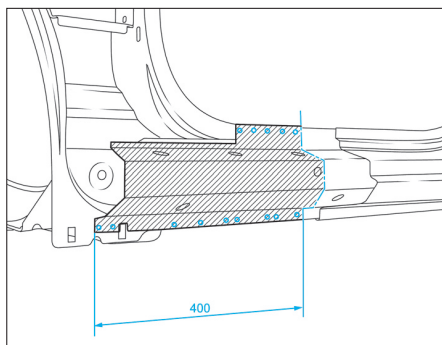

FIG. 15
- Déposer par perçage le renfort avant de bas de caisse (Fig.15).